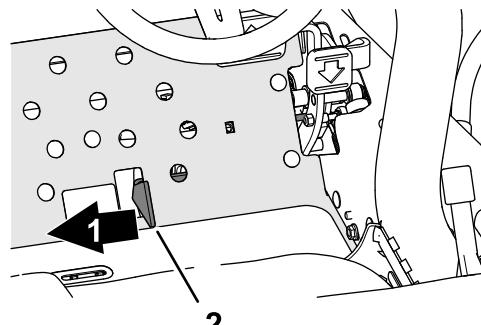

Bild 39
- Stellen Sie den Mäh-/Transportschieber rechts, in die MÄH-Stellung (Bild 39).
- Stellen Sie den Mäh-/Transportschieber nach rechts in die MÄH-Stellung (Bild 39).